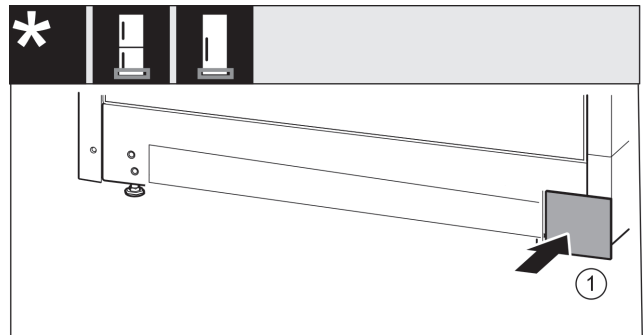

Fig. 49
- ▶ Tegye vissza a fedelet Fig. 49 (1) a másik oldalra.